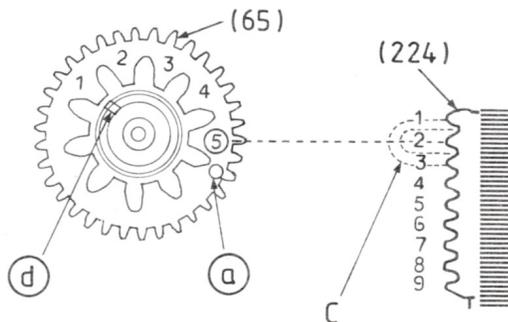

Fig. 9
- Retirer les deux vis «D» et enlever le cache (201) jusqu'à ce que la crémaillère (224) et le pignon de distribution (65) soit visibles lors du remontage.
- Placer le logement de cassette de façon à ce que la 2ième dent de la crémaillère (224) s'insère dans le 5ième évidement du pignon (65) (Fig.9).